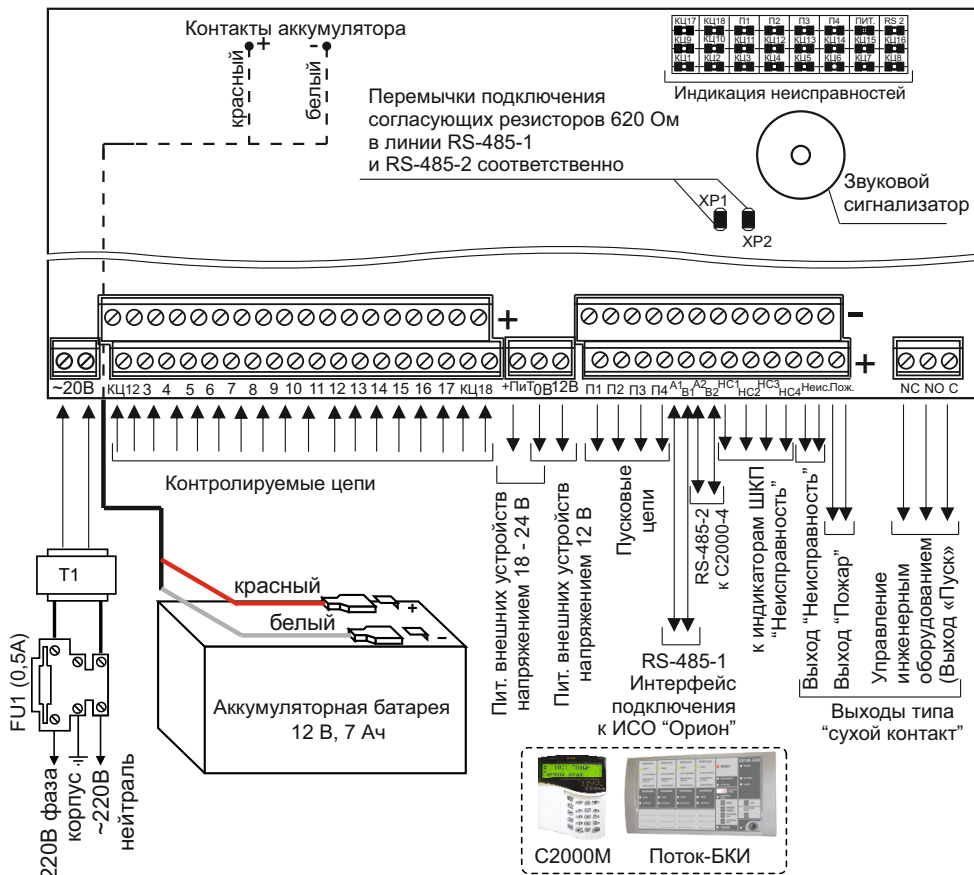

Рисунок 2. Схема внешних соединений блока «Поток-3Н»
- 2.3 Монтаж соединительных линий производится в соответствии со схемой, приведенной на рис. 2.
- 4.2 Подключите к клеммам блока внешние цепи в соответствии со схемой внешних подключений. Пример схемы внешних подключений приведен на рис. 2.